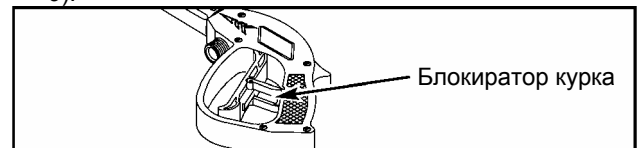

Рис. 9. Водяной пистолет с включенным блокиратором курка
8. Включите предохранитель водяного пистолета (рис. 9).